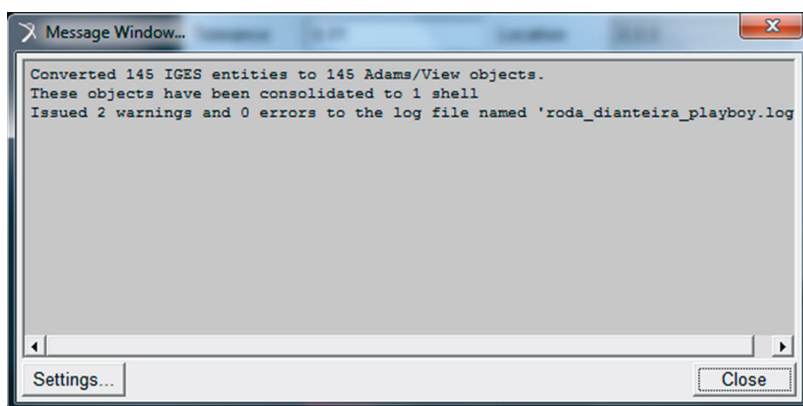

Figura 6.11 – Mensagem indicando a conclusão da importação da geometria.
A Figura 6.11 mostra a mensagem exibida pelo ADAMS/Car após conclusão da importação da geometria.
- Na Figura 6.11, clique em *Close*, após verificar que não houve erros relativos ao processo de importação.